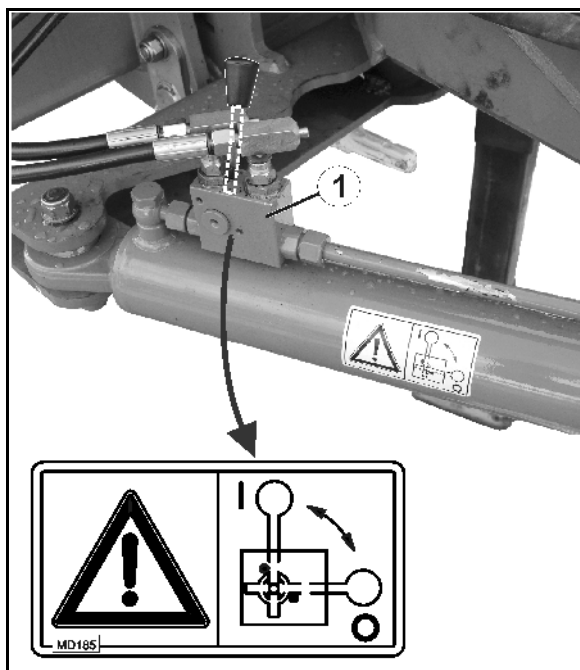

Fig. 43
1. Ställ styrstången i mittläge (styrstången (Fig. 43/1) är i linje med maskinen).
4. Säkra styrstången (Fig. 43/2) i position 0 genom att stänga av stängningsreglaget.